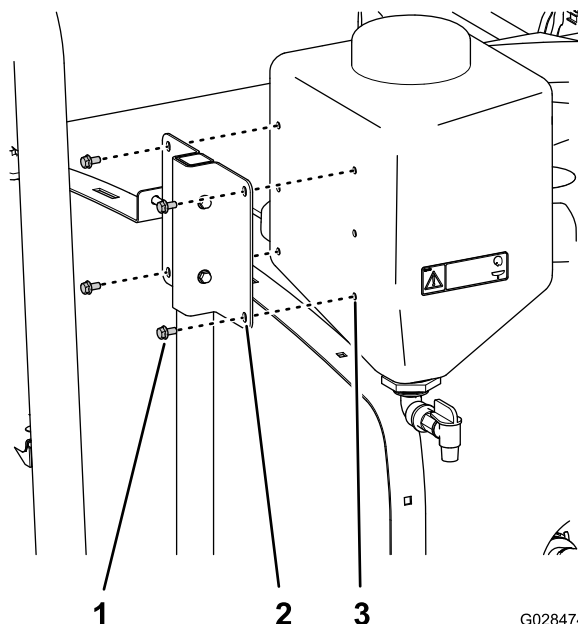

Figure 37
5. Alignez les inserts filetés du réservoir d'eau douce et les trous du support du réservoir (Figure 37).
6. Fixez le réservoir d'eau douce au support (Figure 37) au moyen de 4 boulons à embase (5/16" x 5/8").